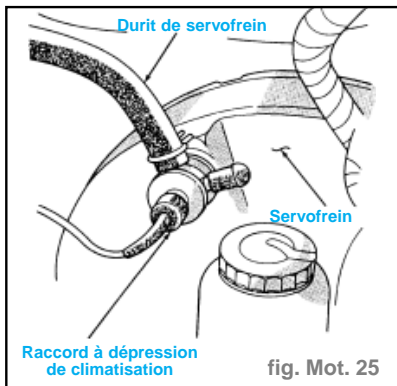

fig. Mot. 25
- Vérifier la connexion de durit de servofrein (sans ABS). (fig. Mot. 25)